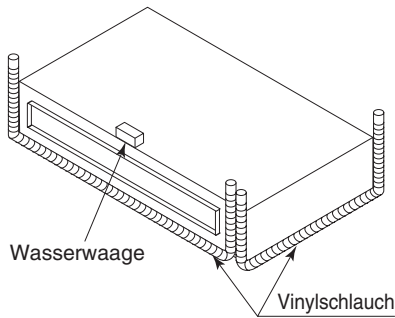

Abb. 3-12
- Mithilfe einer Wasserwaage oder eines mit Wasser gefüllten Vinylschlauchs sicherstellen, dass das Gerät waagrecht installiert ist. Bei Gebrauch eines Vinylschlauchs anstatt einer Wasserwaage die Oberfläche des Geräts auf die Wasseroberfläche an beiden Enden des Vinylschlauchs ausrichten und das Gerät in die Horizontale bringen. (Wenn das Gerät so installiert wird, dass keine Neigung in Richtung Ablaufleitung besteht, kann es zu Lecks kommen.) (Abb. 3-12)